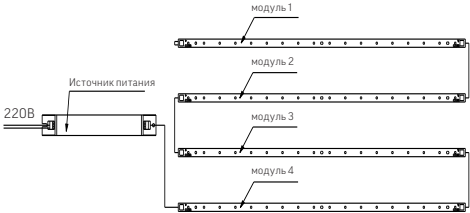

Рисунок 1.
- Предварительно отключив питающую сеть, подключите светильник к сети AC176-264V через клеммные колодки на источнике питания, в соответствии с маркировкой. См. Рисунок 1;
- Предварительно отключив питающую сеть, подключите светильник к сети 220V через клеммные колодки на источнике питания, в соответствии с маркировкой. См. Рисунок 1;
- Предварительно обесточив провод, подключите источник питания светильника к сети 220V через клеммные колодки в соответствии с маркировкой. См. Рисунок 1;